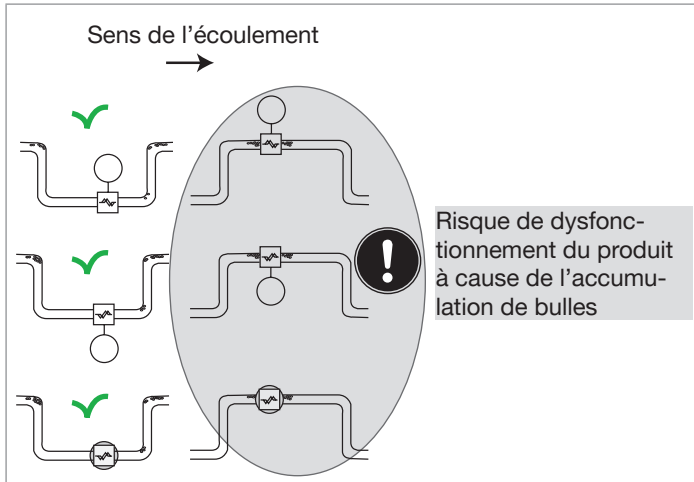
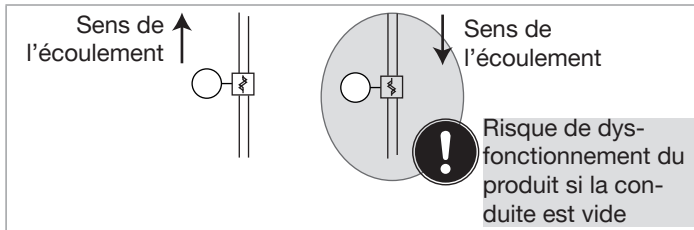

Fig. 13: Positions de montage horizontales
Fig. 14: Positions de montage verticales
- Nous vous recommandons d'installer le produit dans une conduite horizontale comme illustré dans la Fig. 13 ou dans une conduite verticale comme illustré dans la Fig. 14.